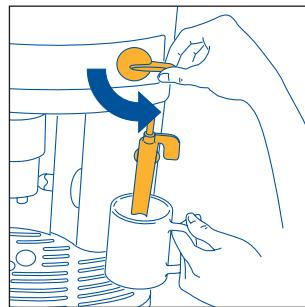
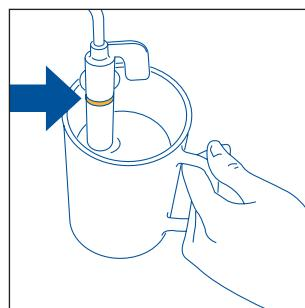

Рис. 23
Рис. 24
- Сразу же после этого, максимум в течении одной минуты (иначе кофеварка автоматически вернется на функцию приготовления кофе) поместите устройство для взбивания молока в емкость, в которой содержится молоко, рис. 23, не превышая рельефную линию, нанесенную на само устройство (указана стрелкой на рис. 24) Поверните регулятор подачи пара против часовой стрелки до упора. Из устройства для взбивания молока выйдет пар, который придаст молоку вид пены и увеличит его объем. Для того, чтобы пена была более густой, погрузите конец устройства для взбивания молока только на несколько миллиметров.